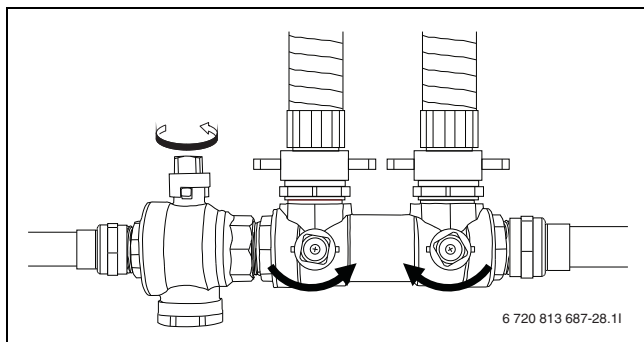

Рис. 18 Заполняющие устройства в нормальном положении
- Установите краны заполняющего устройства в нормальное положение (→ рис. 18) и выключите насос заполняющей станции.